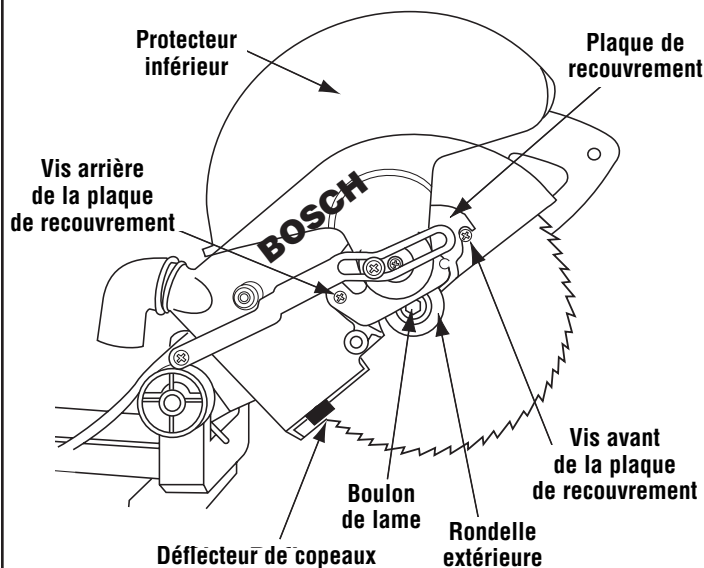

Figure 1. Dépose de la lame
2. Desserrez la vis arrière de la plaque de recouvrement à l'aide d'un tournevis à empreinte cruciforme (Figure 1).
3. Tournez le protecteur inférieur à la main. Retirez la vis avant de la plaque de recouvrement à l'aide d'un tournevis à empreinte cruciforme (Figure 1).
4. Tournez la plaque de recouvrement en sens anti-horaire de manière à exposer le boulon de lame (Figure 1).